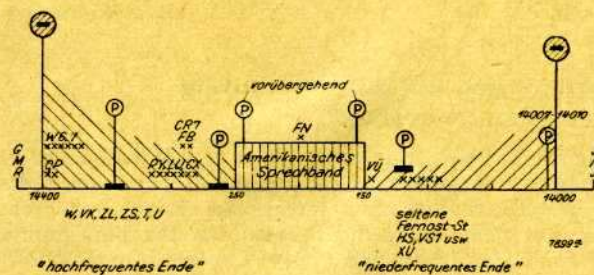

Abb. 1
Der Preis des Präsidenten der Reichsrundfunkkommission wird bei dem siegenden Landesverband aufgestellt. Bei Weitergabe an den neuen Sieger verbleibt eine verkleinerte Nachbildung zur Erinnerung im Besitze des Landesverbandes (s. Abb. 1).
3. Nach dem CQ-Ruf muß das Absuchen des Bandes planmäßig geschehen, besonders bei Wettbewerben. Trotz der starken Besetzung der Bandenden, die in der Abbildung 1 durch Schraffur angedeutet ist, sucht man dort zweckmäßig zuerst, denn die Wahrscheinlichkeit, dort Antwort zu finden, ist am größten, man findet den Anruf schnell und hat Zeit, das Rufzeichen herauszulesen. In den weniger gestörten Teilen sucht man zuletzt, da man dort das Rufzeichen des „Gegners“ meist schon beim erstenmal ausmachen kann. Eine einmal angenommene Suchrichtung wird zweckmäßig beibehalten. Die „Gegner“ haben sehr bald heraus, in welcher Richtung man dreht, und richten ihre Anrufe entsprechend ein. Diese Praxis befolgen besonders die USA-Amateure. Im gewöhnlichen QSO-Betrieb, wo man wenig Störungen haben will, ist es dagegen zweckmäßiger, erst die „ruhigen Teile“ der Bänder abzusuchen. Vielfach setzen sich die „Gegner“ in die Nähe der eigenen Senderfrequenz.
Lange Hörtätigkeit hat Abb. 1 ergeben, wo bevorzugte Frequenzen verschiedener Länder aufgetragen sind. Ausnahmen bestätigen natürlich die Regel. Dort sind einige „Parkschilder“ eingezeichnet, die andeuten sollen, welche Teile des 14-MHz-Bandes für uns vorteilhaft sind. Es zeigt sich, daß die so sehr bevorzugten Bandenden wegen der Überbesetzung gerade unvorteilhaft sind. Außerhalb 14 000 bis 14 400 ist striktestes „Parkverbot“! GMR liegt immer mindestens 15 kHz außerhalb! Man vermeide strikt, mit Amateuren zu arbeiten, die zweifelsfrei außerhalb der Bänder senden, denn man unterstützt sonst eine unfaire und verbotene Handlung.